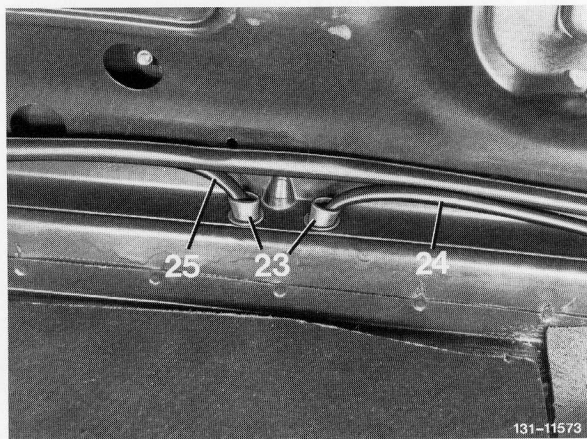

Bild 5
17 Löcher am Heckmittelstück für die Tüllen (23) nach Bild 5 anzeichnen und mit 14 mm Durchmesser bohren.
20 Zusatzleitungssatz (24 und 25) durch die Löcher im Heckmittelstück ziehen (Bild 5).